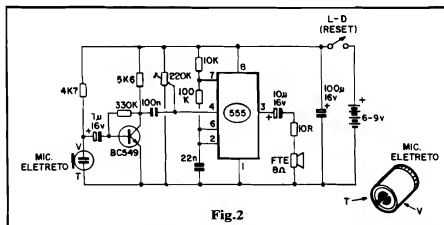

Fig.2
Todas as peças do circuito são de presença corrente nos varejistas, sem problemas de aquisição... Quanto ao galvanômetro (peça mais cara do conjunto...), a boa gama de alcance permitida possibilitará até o "aproveitamento" de VUs ou instrumentos de preço menos "salgado"... Ainda falando do instrumento (microampermetro), se a aplicação desejada for do tipo "doméstico", ou mesmo para instalação direta no próprio painel do veículo, convém usar um modelo pequeno - eventualmente até um simples VU do tipo "horizontal" (ver primeiro item da fig. 2). Já aplicações "de oficina" serão beneficiadas com um galvanômetro de mostrador mais amplo, quadrado ou redondo, que permita boa visualização mesmo não muito "de perto"... (ver o segundo item da fig. 2).
Através dessa fórmula é possível achar a exata deflexão do medidor utilizado, correspondente à indicação do "ângulo ideal" (serve também para calibrar - passo a passo - a escala do galvanômetro diretamente em "graus de ângulo"...). Como existe uma natural tolerância elétrica/meccânica na função do platinado, convém, para demarcar a "área ideal" no mostrador do galvanômetro, efetuar os cálculos também com o "ângulo ideal" (fator X, na fórmula...) defasado em +1° e -1°... Exemplo: se o "ângulo ideal" for de 30°, efetua-se também os cálculos para X = 29° e para Y = 31°, delimitando-se então um estreito e definido arco de deflexão "ideal" a ser demarcado na escala do galvanômetro (ver primeiro item da fig. 2).
Essa simples sentença matemática resulta em "33,33", que é justamente o "ponto", em microampères, de deflexão "ideal" do ponteiro no mostrador do galvanômetro utilizado. É, portanto, esse "ponto angular" que deve ser destacado na escala, conforme sugere a fig. 2...
Num método de indicação mais simples e direto, como no primeiro caso da fig. 2, pode ser mantida a marcação original da escala do instrumento, acrescentando-se apenas a demarcação da "zona de ângulo ideal", conforme mostra a figura... Já para utilização profissional, em oficina, convém (com o auxílio da fórmula já dada...), estabelecer marcações "convertidas" em graus horários, calculadas - por exemplo, desde "zero" até 80 ou 90 graus...
O ALVO (esquema na fig. 2) mostra um circuito um pouquinho mais elaborado, mas ainda assim simples: o núcleo da "coisa" é uma ASTÁVEL com Integrado ("mandadíssimo") 555, cuja frequência (baixa, na faixa de áudio...) é determinada pelo capacitor de 22n, resistor de 100K e resistor de 10K (ligados aos pinos 2-6-7 do dito Integrado...). A saída do oscilador (pino 3 do 555) é aplicada a um pequeno alto-falante de 8 ohms, via resistor limitador de 10R (que "aumenta" a impedância da carga, de modo a não sobrecarregar o 555) e capacitor isolador de CC (10u) que também contribui para reter a dissipação final de Potência em níveis perfeitamente aceitáveis pelo Integrado 555...
Usamos, no módulo ALVO, um microfone de eletreto de dois terminais, cujos contatos estão devidamente codificados na mesma fig. 2, devendo o Leitor/Hobbysta notar a posição do "vivo" (V) e do "terra" (T), evitando inversões no momento da ligação, caso em que o microfone não funcionará...